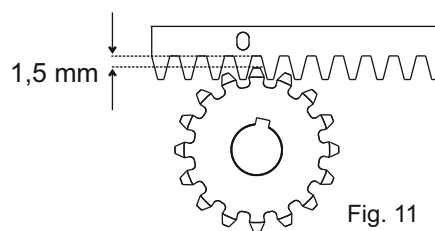

Fig. 11
5.6. Toda la cremallera tiene que ser elevada de 1,5 mm. para evitar que el peso de la cancela grave sobre el piñón (Fig. 11).